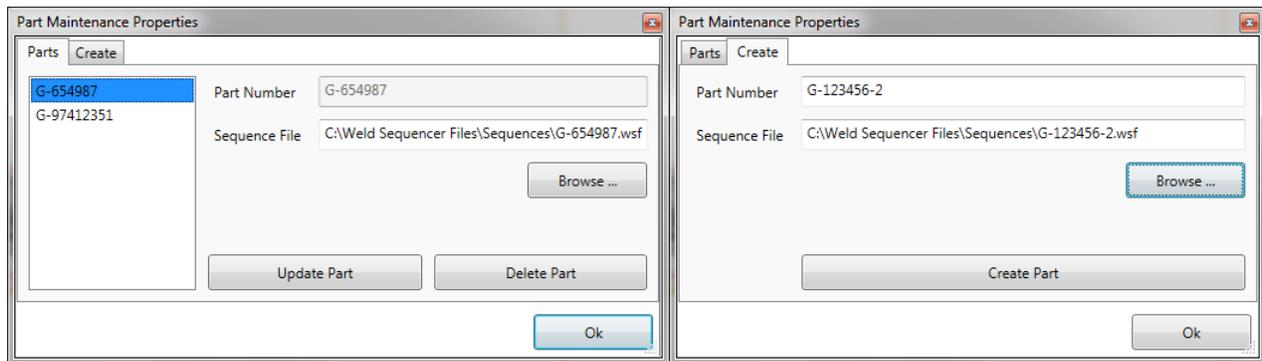

Figure 4.16 Propriétés de la maintenance des pièces
4. Cliquez sur Maintenance des pièces dans la barre d'outils supérieure.	La fenêtre mainteance des pièces s'ouvre (Figure 4.16).
Si vous devez associer un numéro de pièce avec un fichier de séquence de soudage différent, vous devez sélectionner le numéro de pièce, cliquer sur le bouton **Parcourir** associer un nouveau numéro de fichier. Cliquez sur le bouton **Actualiser pièce** pour enregistrer votre modification (Figure 4.16).
Si vous devez éliminer une entrée de numéro de pièce du Tableau des pièces, sélectionnez simplement la pièce et cliquez sur le bouton **Supprimer pièce** (Figure 4.16).